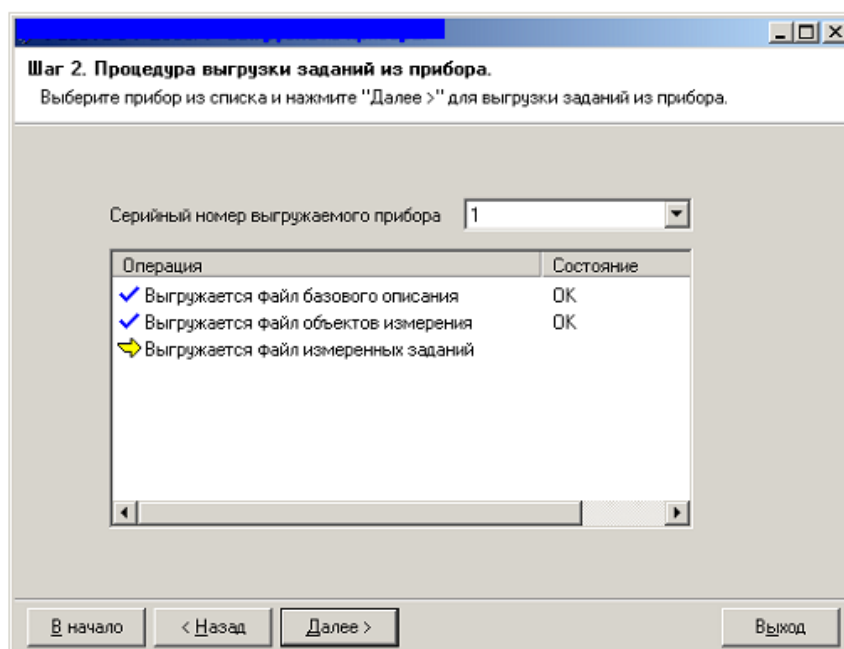

Рис. 14. Выгрузка данных из прибора.
3. В появившемся окне "**Выгрузка данных из прибора**" (рис.14) нажать кнопку "**Далее >**".